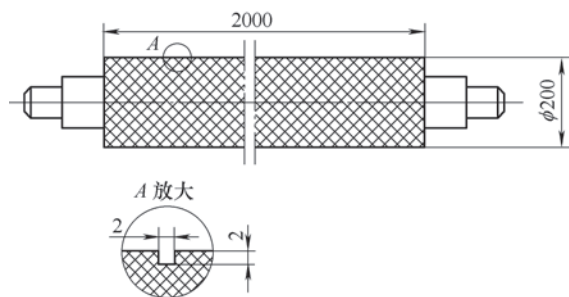

图 1
(1) 加工大导程螺纹胶辊。它是一化工厂用的大型、大导程、多头螺纹胶辊，如图1所示。此胶辊的螺距为64mm，头数正、反各20，其螺纹导程为1280mm，螺旋角为63.8°。加工螺纹时，采用风动砂轮做磨头，做一个可左右扳大螺旋角的夹具，将风动磨头安装在夹具中，再安装在车床方刀台上。采用动力头减速，使C630车床主轴最低转速从14r/min减到2r/min。安装好挂轮和螺纹分头用的齿轮分度盘，将工件安装在车床两顶尖上，一次走刀磨好一条螺旋槽。磨好一个方向20条螺旋槽后，将砂轮反向扳好螺旋角，再将另一方向的20条螺旋槽依次磨好。